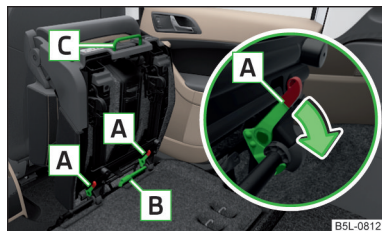

Fig. 71
- Déverrouillez le siège rabattu en appuyant sur les verrous du siège [A] dans le sens de la flèche » fig. 71.
- Rabattez le siège extérieur vers l'avant » page 88 et verrouillez-le » fig. 71 à la page 89.